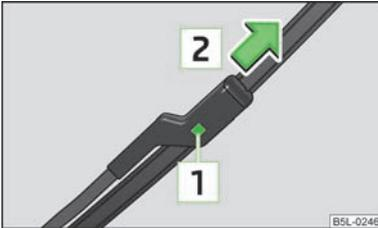

Abb. 37
- › Die Sicherung **1** » Abb. 37 drücken, um das Wischerblatt zu entriegeln, und in Pfeilrichtung **2** abziehen.